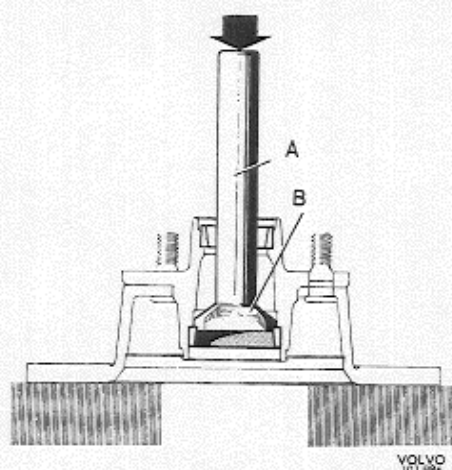
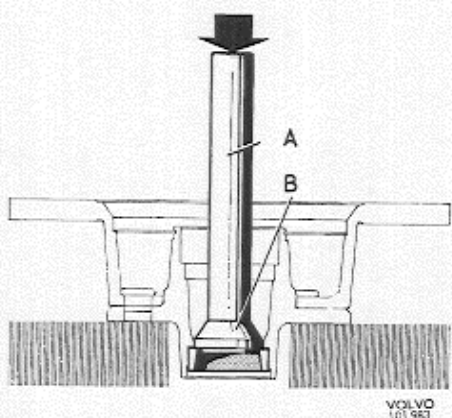

Abb. 23 Ausbau des inneren Lagerringes
Abb. 24 Ausbau des äußeren Lagerringes
5. Lagerringe ausbauen. Für den Ring des inneren Lagers Dorn SVO 2724 (Abb. 23) und für den Ring des äußeren Lagers Dorn SVO 2725 (Abb. 24) sowie Standardschaft SVO 1801 verwenden.